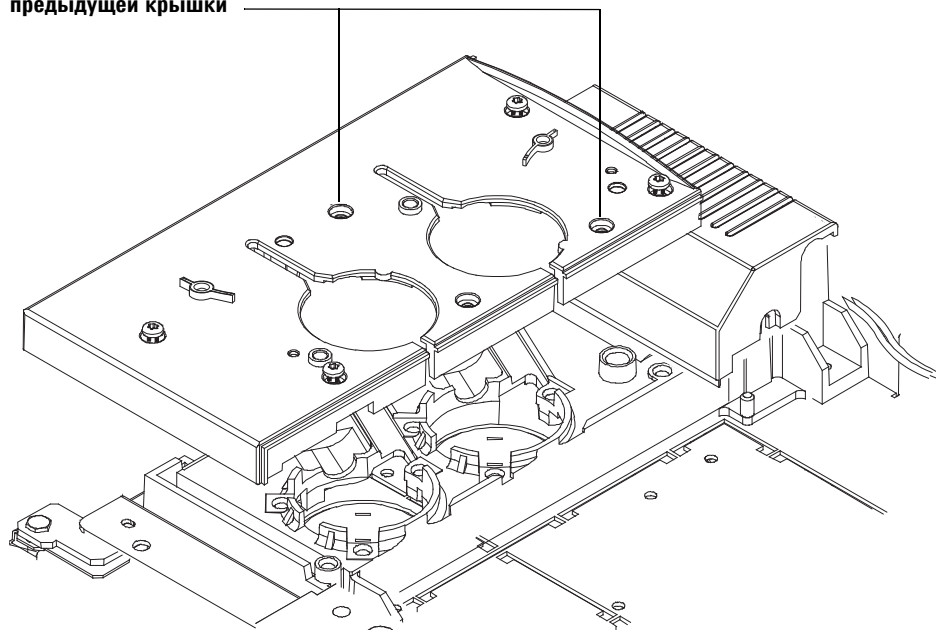

Рис. 3 Замена верхней крышки порта ввода и крышки вентилятора каналов ввода (ГХ серии 6890)
- 4 Закрепите новую верхнюю крышку порта ввода двумя винтами, которые использовались с предыдущей крышкой каналов ввода. Расположение отверстий для винтов показано на Рис. 3.